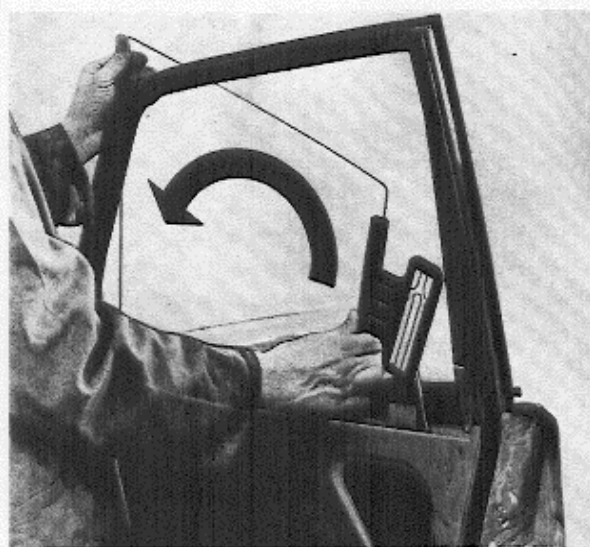

Abb. 24 Ausbau der Türscheibe
5. Türscheibe aus der Tür herausheben. Die Scheibe wird angehoben und dabei gleichzeitig entspr. Abb. 24 nach innen geschwenkt.